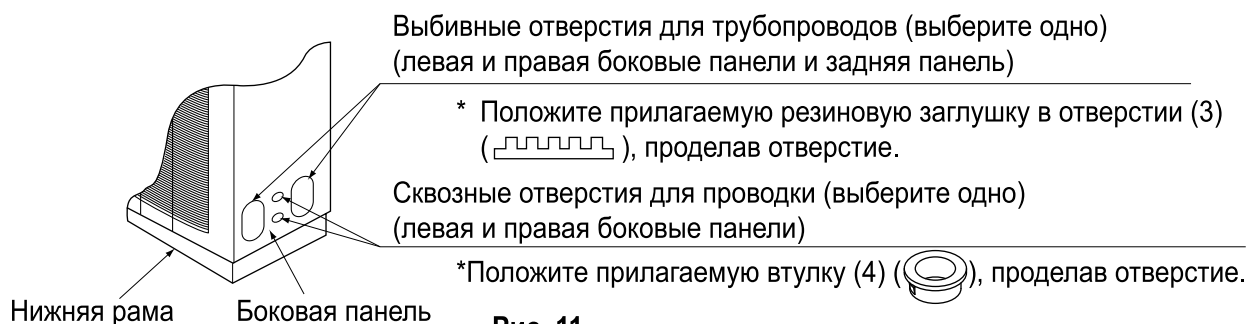

Рис. 11
1. Откройте отверстия в правой (левой) боковой панели. (См. рис. 11)